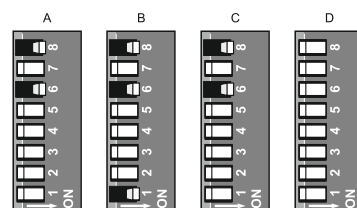

Abb. 4.1.2
2. Betätigen Sie den Dip-Switch, indem Sie den Hebel **6**, den Hebel **8** und dann den Hebel **1** in die Position **ON** bringen, wie in der Abbildung 4.1.2 dargestellt.